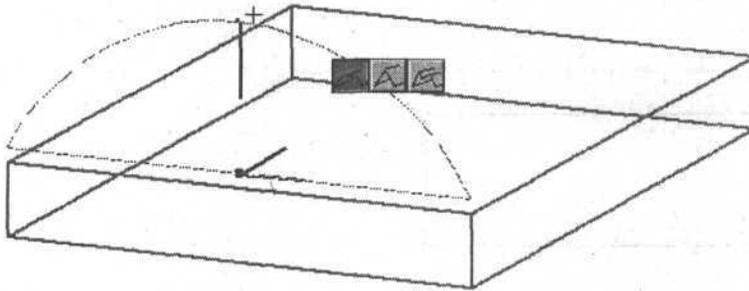

Рис. 6-80. Задание формы и высоты скругленной крыши
1. Рисуем линию поперечного сечения крыши и щелчками мыши задаем необходимое количество сегментов. Двойным щелчком в конечной точке задаем высоту крыши (см. рис. 6-80, 6-81).